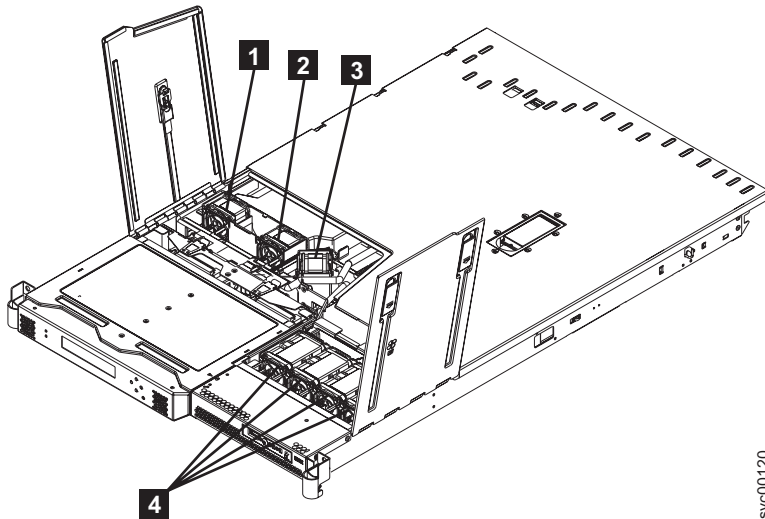

図 241. SAN ボリューム・コントローラー 2145-8F2 ファンの位置
4. 障害のあるファンのケーブルをコネクタから切り離します。図 241 は、ファンの位置を示しています。